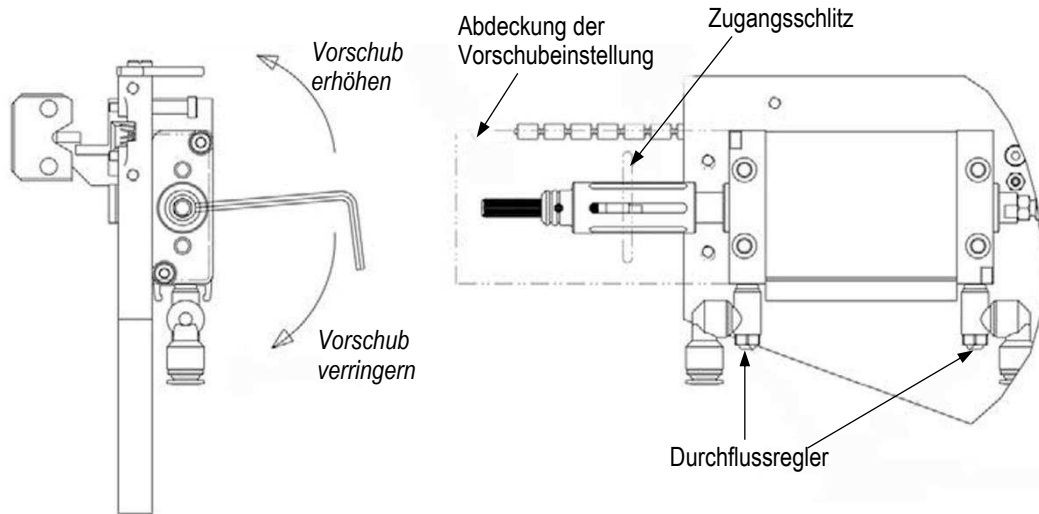

Abbildung 23
2. Führen Sie einen 3 mm-Sechskantschlüssel oder einen Schraubendreher ähnlicher Größe durch den Zugangsschlitz in der hinteren Vorschubschutzvorrichtung und in den Schlitz im Einstellrad. Siehe Abbildung 23.
3. Drehen Sie das Einstellrad in die gewünschte Richtung, um den Vorschubabstand zu vergrößern oder zu verringern (siehe Abbildung 23).